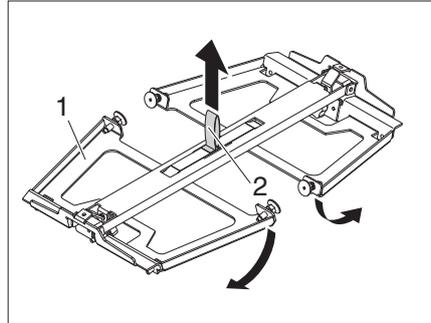

Bild 62 Untergestell aufbauen
- Untergestell (Bild 62,1) an der Schlaufe (Bild 62,2) anheben. Die Füße an beiden Seiten klappen nach unten.